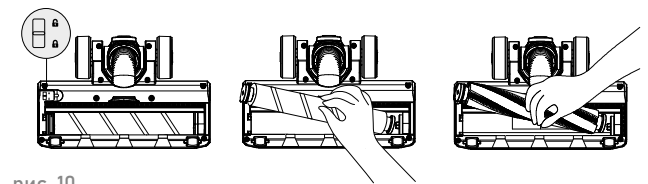

рис. 10
2. Переверните турбощетку, подвиньте фиксатор. Снимите крепление валика (рис. 10).